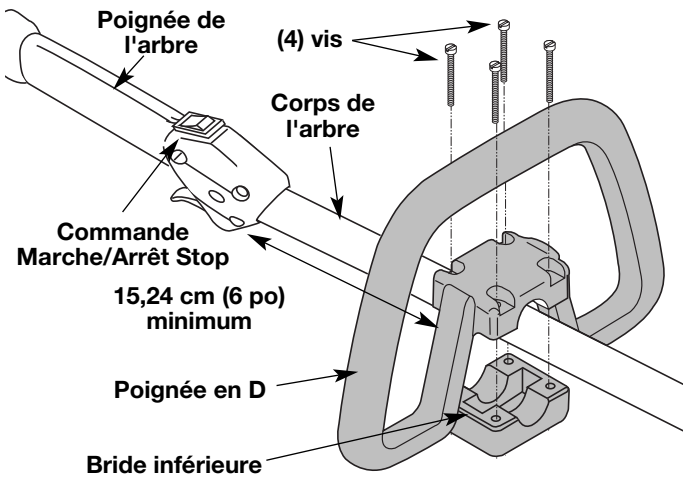

Fig. 1
2. Placez la poignée sur le corps de l'arbre et au-dessus de la bride inférieure (Fig. 1). Placez-la à au moins 15,24 cm (6 po) de l'extrémité de la prise de l'arbre.